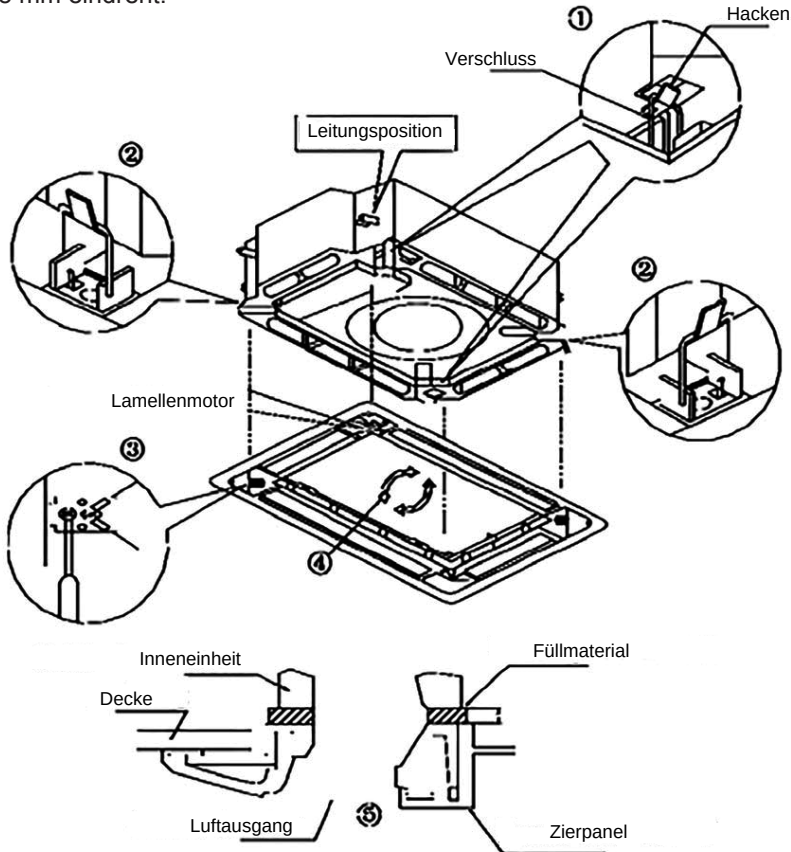

Abb. 2.13
- (1) Sie sollten Panel der Inneneinheit so einrichten, dass die Position des Lamellenmotors auf dem Panel mit der Position der Leitungen der Inneneinheit übereinstimmte (wie in Abb.2.13.)
- (2) Installation des Panels
- ①. Installation der Drainageleitung der Inneneinheit Beim Installieren sollten Sie die Hakenschnalle, die sich auf der entgegengesetzten Seite der Pendellamelle auf dem Panel der Inneneinheit befindet, aufhängen (zwei Positionen).
- ②. Hängen Sie die beiden Hakenschnallen an die Seiten der Inneneinheit an.
- ③. Schrauben Sie die vier Sechskantschrauben unter den Schrauben einige 15 mm ein (das Panel würde angehoben werden).
- ④. Um das Panel einzustellen, sollten Sie dieses in die angegebene Richtung in der Abb. 2.13 drehen, sodass das Panel gut an die Decke ausgerichtet ist. Drehen Sie die Schrauben so tief hinein, sodass die Dicke des Versiegelungsmaterials zwischen dem Panel und der Inneneinheit sich auf 5 - 8 mm eindreht.